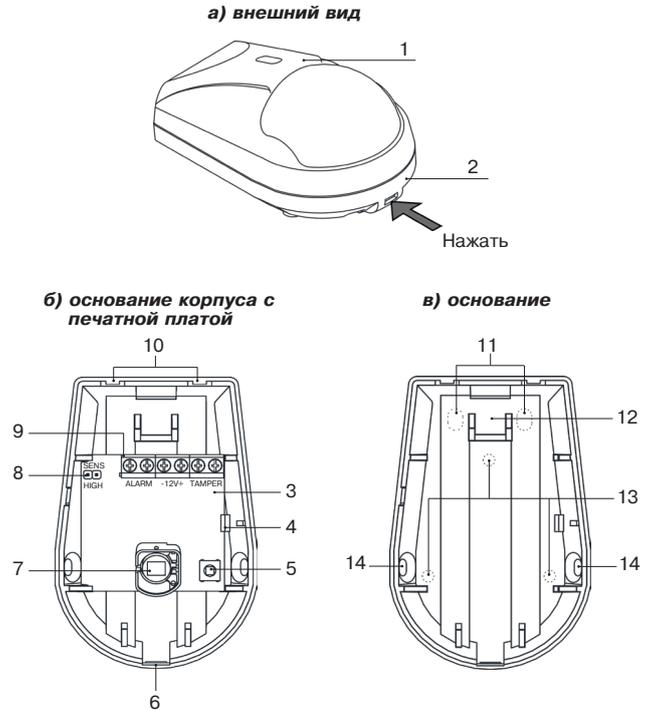

Рисунок 2 – Конструкция «Пирон-4Б исполнение 2»
Основание корпуса с печатной платой представлены на рис. 2б).
- датчик вскрытия корпуса (5);
- чувствительный элемент (7);
- контакты **SENS HIGH** (8) для регулировки чувствительности;
- маркированные клеммы (9) для подключения к прибору приемно-контрольному (далее – ППК).
В основании корпуса имеются выламываемые отверстия (11) для ввода проводов, а также крепежные отверстия (рис. 2в):
- (12) для крепления основания к кронштейну;
- (13) для монтажа на стену;
- (14) для монтажа в углу.
- Снимите крышку извещателя, отжав отверткой фиксатор крышки через отверстие, расположенное в нижней части основания извещателя (рис. 2а).
- При установке извещателя без кронштейна снимите печатную плату, отжав защелку (рис. 2б, поз.4) на основании;
- Просверлите в основании извещателя отверстия (рис. 2в), которые будут использоваться для прокладки проводов и крепления извещателя.
В извещателе предусмотрена перемычка **SENS HIGH** (рис.2б, поз. 8). При снятой перемычке извещатель работает в режиме нормальной чувствительности, при этом дальность обнаружения уменьшается до 15 м. При установленной перемычке извещатель работает в режиме высокой чувствительности (максимальная дальность обнаружения 20 м).